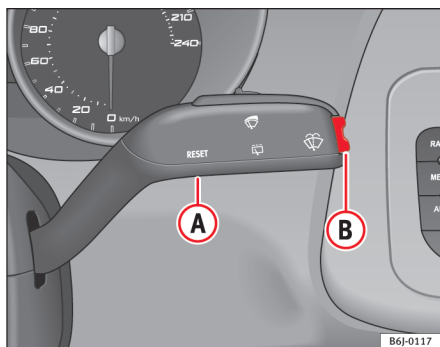

Fig. 32 Levier de l'essuie-glace : touche A et touche à bascule B
- Lorsque le contact est mis, appuyez brièvement sur la touche ⇒ fig. 32 (A) sur le levier d'essuie-glace pour passer d'une mémoire à l'autre.